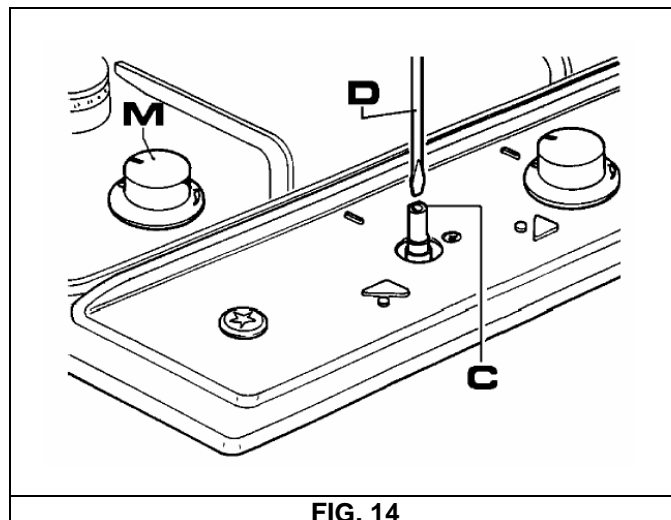

FIG. 14
- Retire o botão "M" (fig. 14) da torneira, o qual está fixo por simples pressão no veio da mesma.
No furo "C" (fig. 14) e rode para a direita ou esquerda o cone de estrangulamento até que a chama do queimador esteja regulada no "Mínimo".